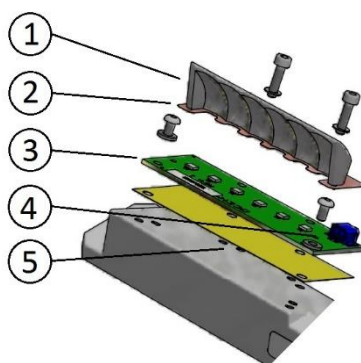

Figura 21 – Sustitución del módulo LED
- desconecte el conector de alimentación del módulo LED (Figura 21 - n.º 4);
- retire el módulo LED (Figura 21 - n.º 3) y el reflector correspondiente (Figura 21 - n.º 1) de la placa de montaje desatornillando los dos tornillos HSCS M3x12;
- compruebe que la interfaz térmica (Figura 21 - n.º 5) esté colocada correctamente bajo el módulo LED;
- compruebe que la lámina aislante Kapton (Figura 21 - n.º 2) esté colocada correctamente sobre la placa de LED;
- vuelva a conectar el conector de alimentación (Figura 21 - n.º 4) al módulo LED.